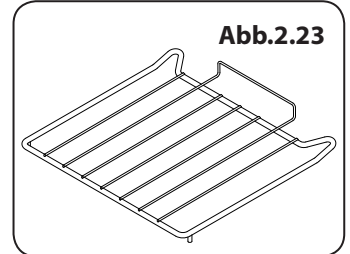

Abb.2.23
- 3 energiesparende Ofenroste (**Abb.2.23**)